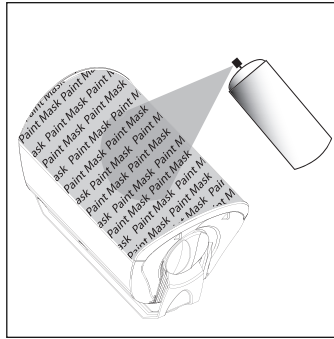

FIGURE 8: Après la couche d'apprêt, appliquer de minces couches de finition.
2. Lorsque la peinture d'apprêt est complètement sèche, appliquez la peinture de finition [figure 8].